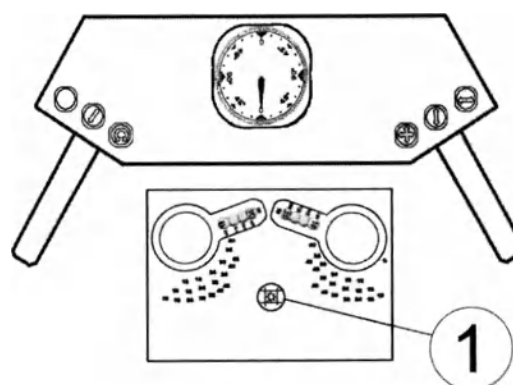

Рисунок 6
Если включение оптического центратора необходимо, следует нажать кнопку включения 1 (рис. 6).
- производить нажатием кнопки включения 1 (рисунок 6).
Проверка установки заданных значений диафрагмы производится нажатием кнопки включения оптического центратора (рис. 6). Оптический центратор светится.
Включить оптический центратор, нажав кнопку 1 на коллиматоре (рис. 6).
Включить оптический центратор, нажав кнопку 1 (рис. 6).